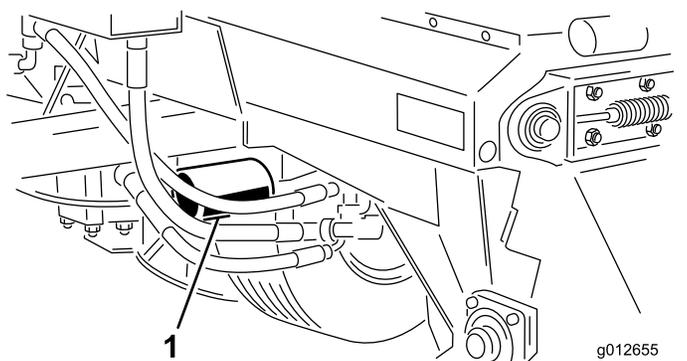

图36
2. 清洁加油颈和液压歧管周围的区域在加油颈下面放置一个放油盘然后取出加油颈图36。